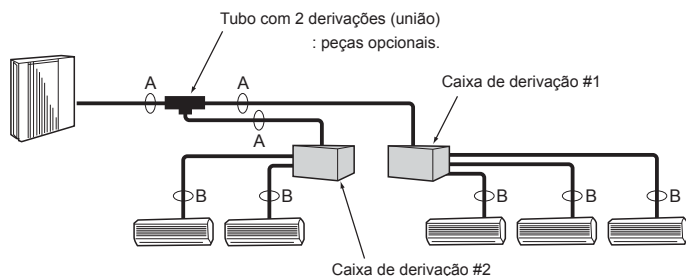

Fig. 4-3
4.3.2. Ligação com caixa de derivação (Fig. 4-3)